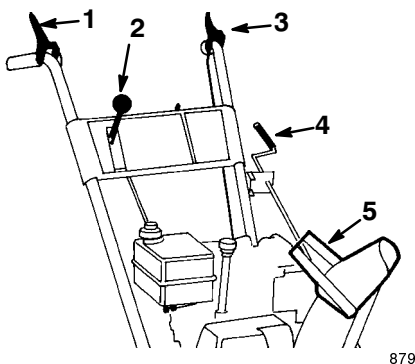

Bild 17
- **Betätigungshebel für Schnecken-/Gebläseantrieb** (Bild 17)—Drücken Sie, um Schnecke und Gebläse zu aktivieren, den Hebel gegen den rechten Handgriff. Lassen Sie den Hebel zum Deaktivieren los.
- **Schalthebel** (Bild 17)—Dieser Hebel hat fünf Stellungen: zwei Rückwärts- und drei Vorwärtsgänge. Stellen Sie, um die Gänge zu wechseln, den Hebel in die gewünschte Position. Der Hebel rastet in jedem Gang in einer Kerbe ein. Bei schwerer Belastung kann der Schalthebel schwergängig sein.
- **Fahrtriebshebel** (Bild 17)—Drücken Sie zur Betätigung des Antriebs (Fahrtrieb) den Hebel gegen den linken Griff. Lassen Sie den Hebel zum Auskuppeln los.
- **Kurbel zum Verstellen der Position des Auswurfkanals** (Bild 17)—Drehen Sie die Kurbel im Uhrzeigersinn, um den Auswurfkanal nach links zu bewegen und entgegen dem Uhrzeigersinn, um den Kanal nach rechts zu drehen.
- **Griff für Auswurfkanal-Ablenklech** (Bild 17)—Bewegen Sie den Griff nach vorne, um den Schneestrom nach unten zu richten und nach hinten, um den Strom nach oben zu richten.
2. Stellen Sie sicher, dass der Betätigungshebel der/des Schnecke/Gebälserads sowie der des Fahrtriebs auf *Ausgeschaltet* steht (Bild 17).
10. Legen Sie den 1. Gang ein (Bild 17), drücken den Fahrtriebshebel bis zum Handgriff und lassen ihn dann los. Wenn sich die Schneefräse vor dem Einschalten des Fahrtriebshebels oder nach dem Loslassen bewegt, siehe *Einstellen des Fahrtriebs*, Seite 22.
4. Lassen Sie den Fahrtriebshebel und Betätigungshebel für Schnecke/Gebläserad los (Bild 17).